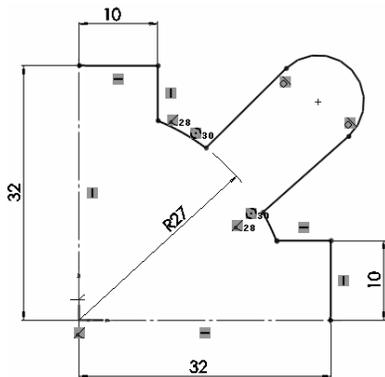

图 2-101 裁剪图形
(6) 裁剪图形。单击“草图”选项卡中的“剪裁实体”按钮, 修剪多余圆弧, 裁剪图形如图 2-101 所示。